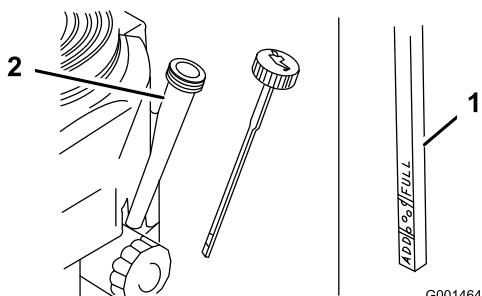

Bild 31
4. Reinigen Sie den Bereich um den Ölpeilstab (Bild 31), damit kein Schmutz in den Einfüllstutzen gelangen und den Motor beschädigen kann.
5. Schrauben Sie den Ölpeilstab heraus und wischen Sie das Metallende ab (Bild 31).
6. Schieben Sie den Ölpeilstab vollständig in den Einfüllstutzen (nicht in den Einfüllstutzen einschrauben) (Bild 31).
9. Gießen Sie ca. 80 % der angegebenen Ölmenge langsam in den Einfüllstutzen (Bild 31).